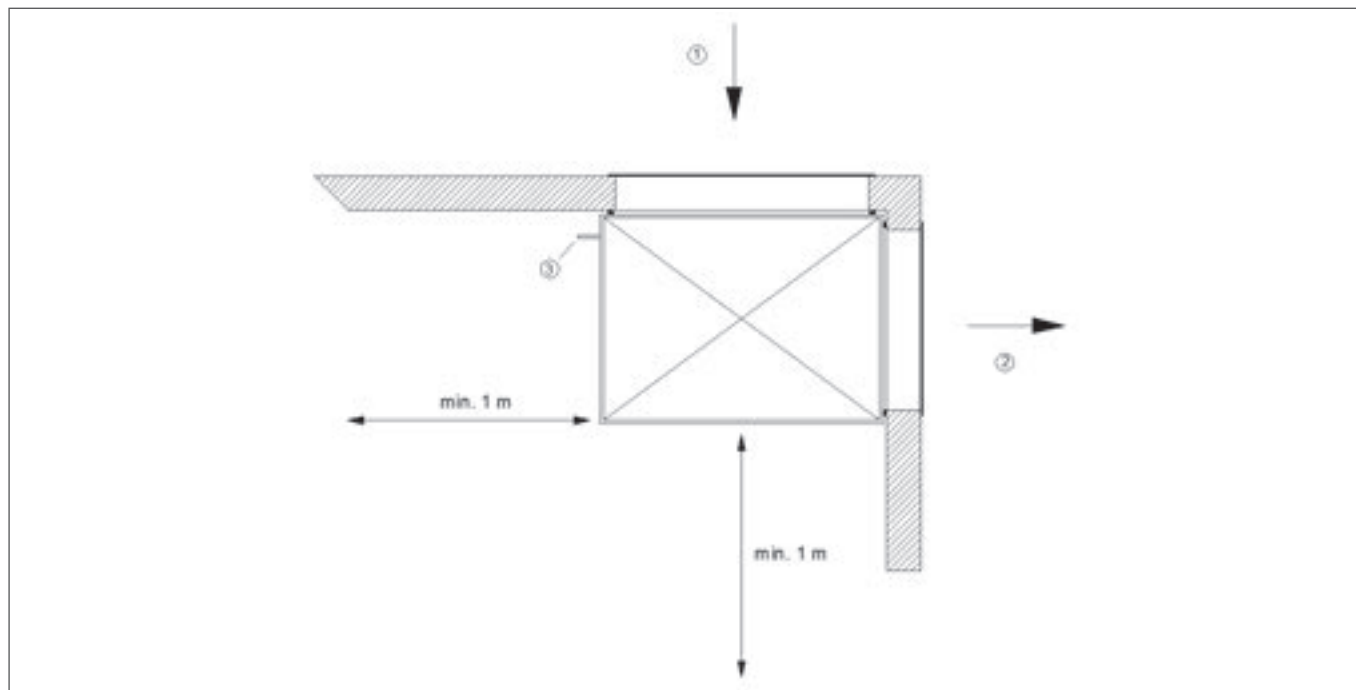
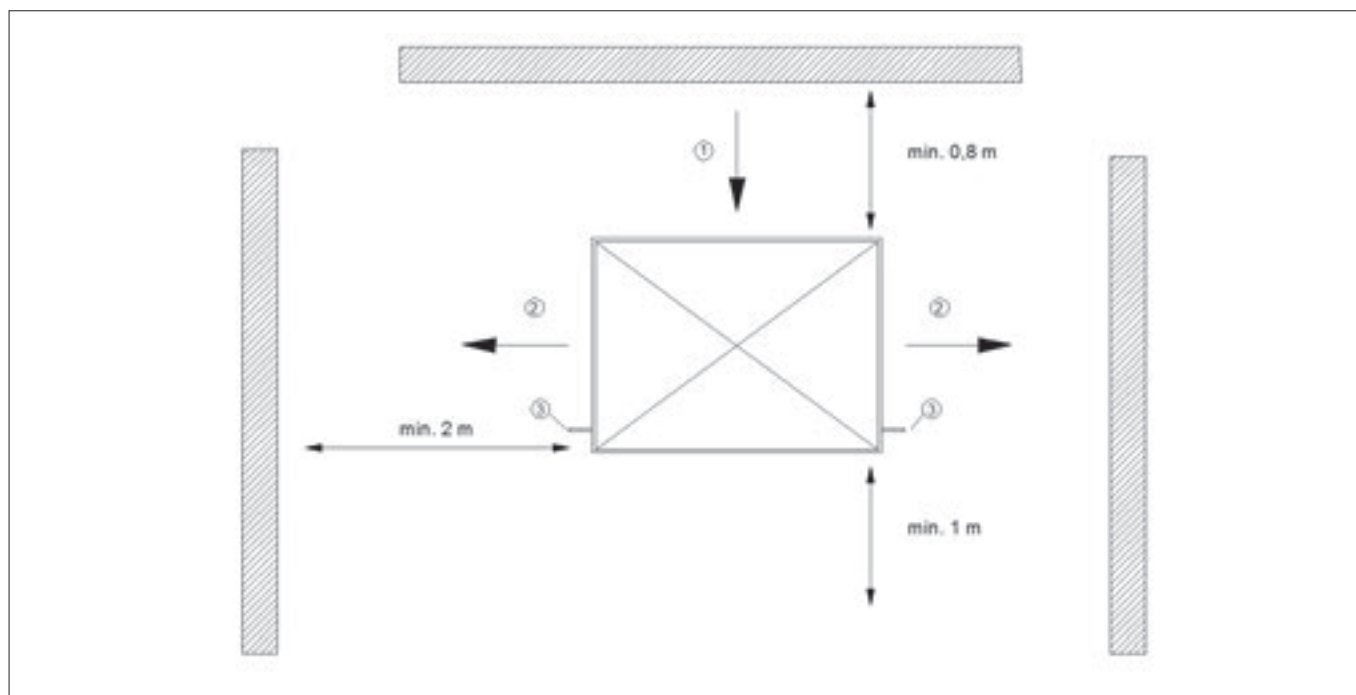

Fig. 5-4 Distanze minime per l'installazione interna
Fig. 5-5 Distanze minime per l'installazione esterna
- Rispettare scrupolosamente le distanze minime indicate nella Fig. 5-4 e nella Fig. 5-5.